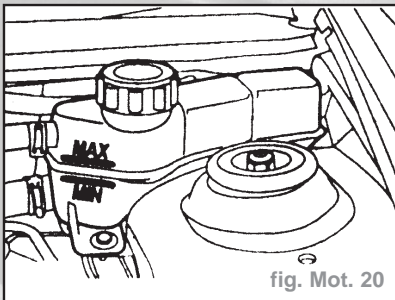

fig. Mot. 20
- Remplir le circuit par le vase d'expansion, utiliser une solution appropriée : eau/antigel : remplir le vase à hauteur du repère maximum (fig. Mot. 20).